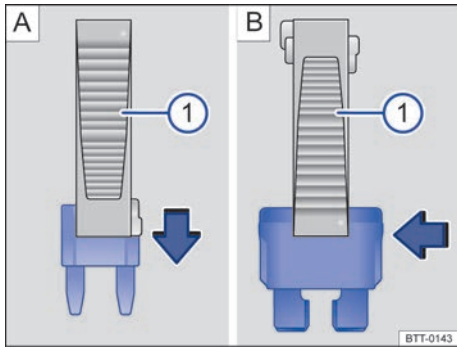

Fig. 168 Quitar o instalar un fusible con la garra de la pinza de plástico ①.
- De ser necesario, retire la pinza de plástico → fig. 168 ① del soporte. El soporte se encuentra en la parte trasera de la caja de fusibles cerca de la toma de diagnóstico.
- En caso de *fusibles pequeños*, encaje la garra ① por arriba → fig. 168 A.
- En caso de *fusibles mayores*, empujar la garra ① lateralmente sobre el fusible → fig. 168 B.
- Si el fusible está quemado, cambie el fusible por uno nuevo de la *misma* intensidad de corriente (mismo color e inscripción) y del *mismo* tamaño → ①.